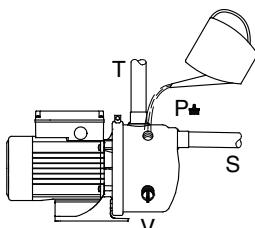

Рис. 1 Эжекторный клапан
Демонтировать пробку (V) сливного отверстия, см. рис. 1, и ввернуть эжекторный клапан в отверстие.